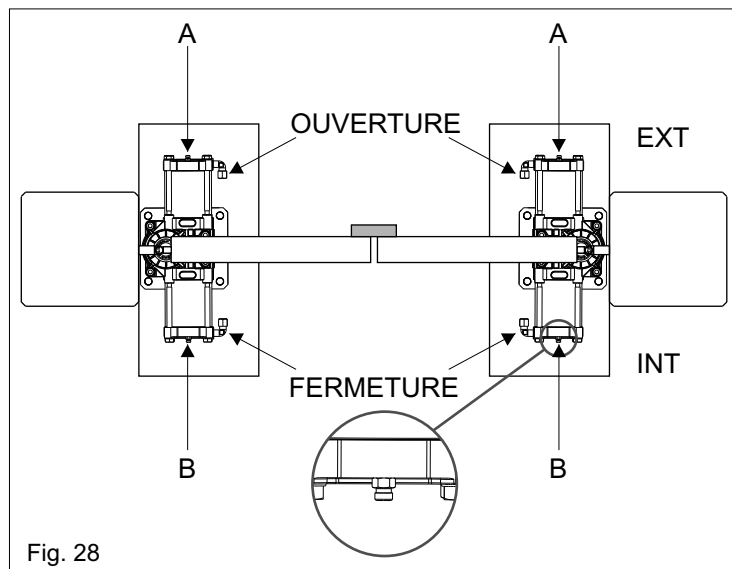

Fig. 28
- b) pendant le mouvement du vantail, desserrer la vis de purge relative au mouvement d'ouverture (Fig. 28 réf.A);
- f) pendant le mouvement, desserrer la vis de purge relative au mouvement de fermeture (Fig. 28 réf.B);